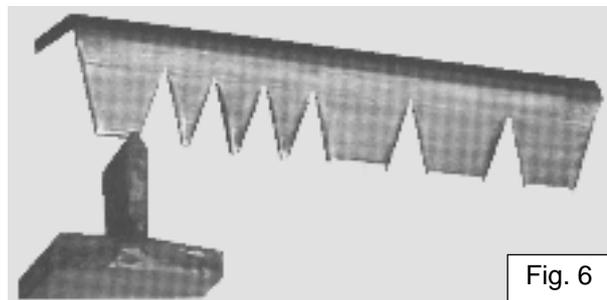

Fig. 6
- La poignée des volets inférieurs est activée par le segment de réglage jusqu'à ce que l'on sente une légère résistance (ne pas forcer). A cette position, le segment de réglage doit se trouver (comme montré en fig. 6) juste en face de la pointe de la poignée pour volets inférieurs. S'il y a une déviation, il faut nécessairement corriger.
- Relâcher les vis et régler le segment de réglage à la position correcte (fig. 6). Resserrer ensuite solidement le segment de réglage.